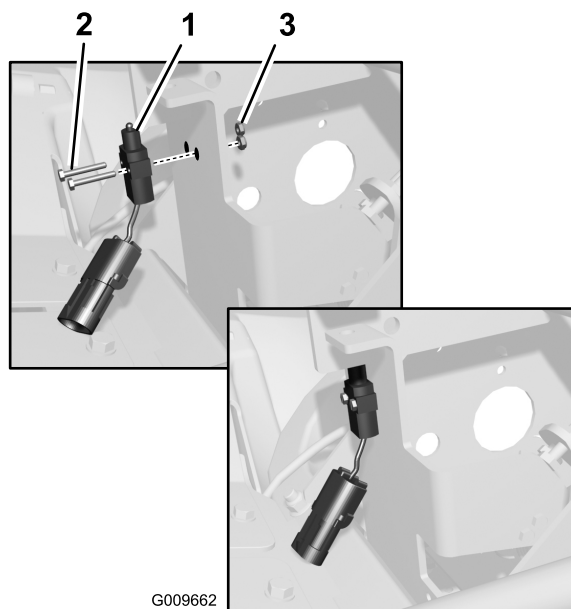

Figura 3
- Montate il contattore del freno sulla pedaliera con due viti e due dadi di bloccaggio n. 6 (Figura 3).